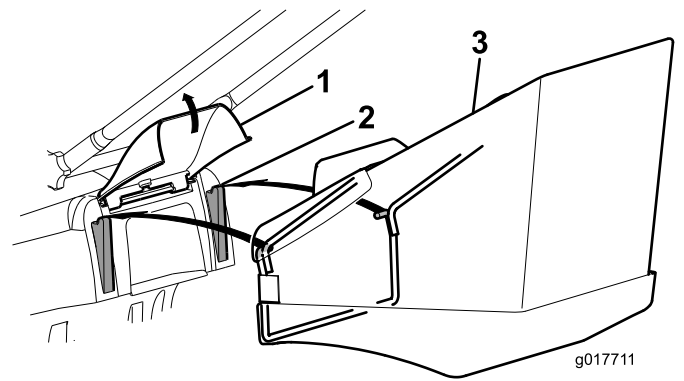

Figura 14
1. Levante el deflector trasero, retire el tapón de mulching (Figura 15) e instale el recogedor sobre las orejetas (Figura 14).